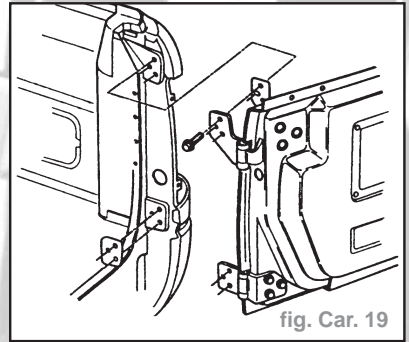

fig. Car. 19
- Déposer la porte à battants arrière du montant arrière - six vis, joints (fig. Car. 19).